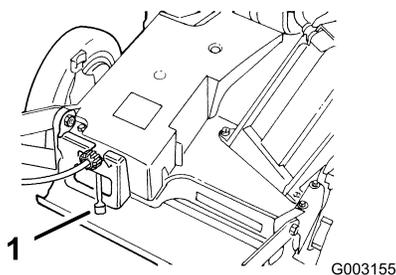

Figure 12
- Placez le levier de changement de vitesses en position point mort (N) (Figure 12).
La tondeuse dispose de 3 vitesses de déplacement : 1 pour basse vitesse, 2 pour vitesse moyenne et 3 pour haute vitesse. La commande de vitesse de déplacement se trouve derrière le couvercle de courroie (Figure 12).